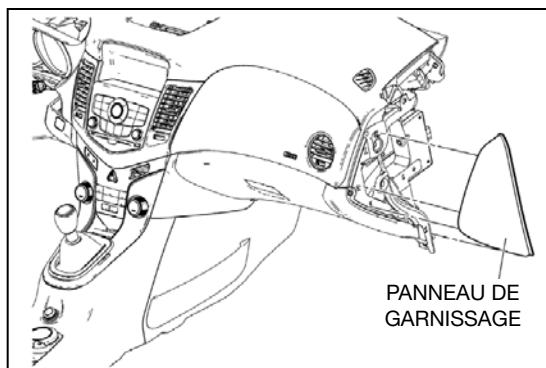

Fig. 9
3. Retirez le couvercle latéral du tableau de bord côté passager (voir Fig. 9).